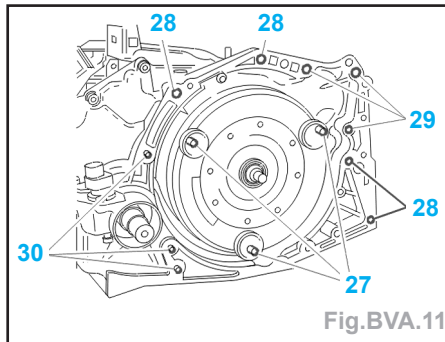

Fig.BVA.11
- Reposer les vis supérieures de fixation boîte de vitesses/moteur (28) (serrage à 5,2 daN.m) (Fig.BVA.11).
- Serrer les vis (29) à 3,5 daN.m.